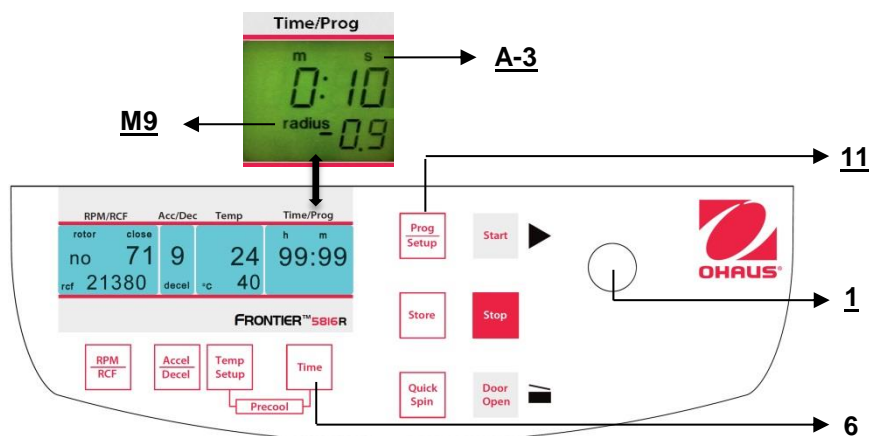

Figura 21
Chiudere il coperchio, quindi premere allo stesso tempo il tasto **"Time"** (6) (fare riferimento alla figura 21) e il tasto **"Prog/Setup"** (11) e tenerli premuti.